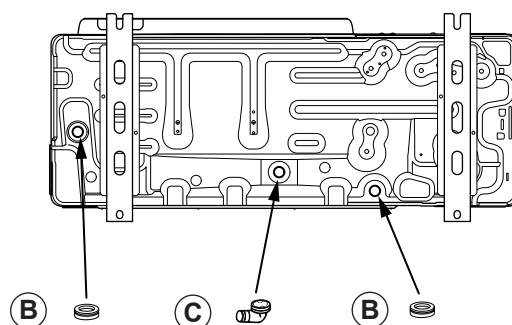

fig. 15 - Instalación de la unidad exterior, evacuación de condensados
- Se puede evacuar agua del aparato, aunque esté en funcionamiento. No instale el aparato en una terraza, sino preferiblemente en un lugar drenado (lecho de grava o arena). Si la instalación se realiza en una región donde la temperatura pueda ser inferior a 0 °C durante un largo periodo de tiempo, asegúrese que la presencia de hielo no representa ningún peligro. También se puede conectar un tubo de evacuación en la unidad exterior (fig. 15).
La unidad exterior debe tener una sobreelevación de al menos 50 mm en relación con el suelo. En las regiones donde nieva, esta altura debe aumentarse pero no debe superar 1.5 m (fig. 15).